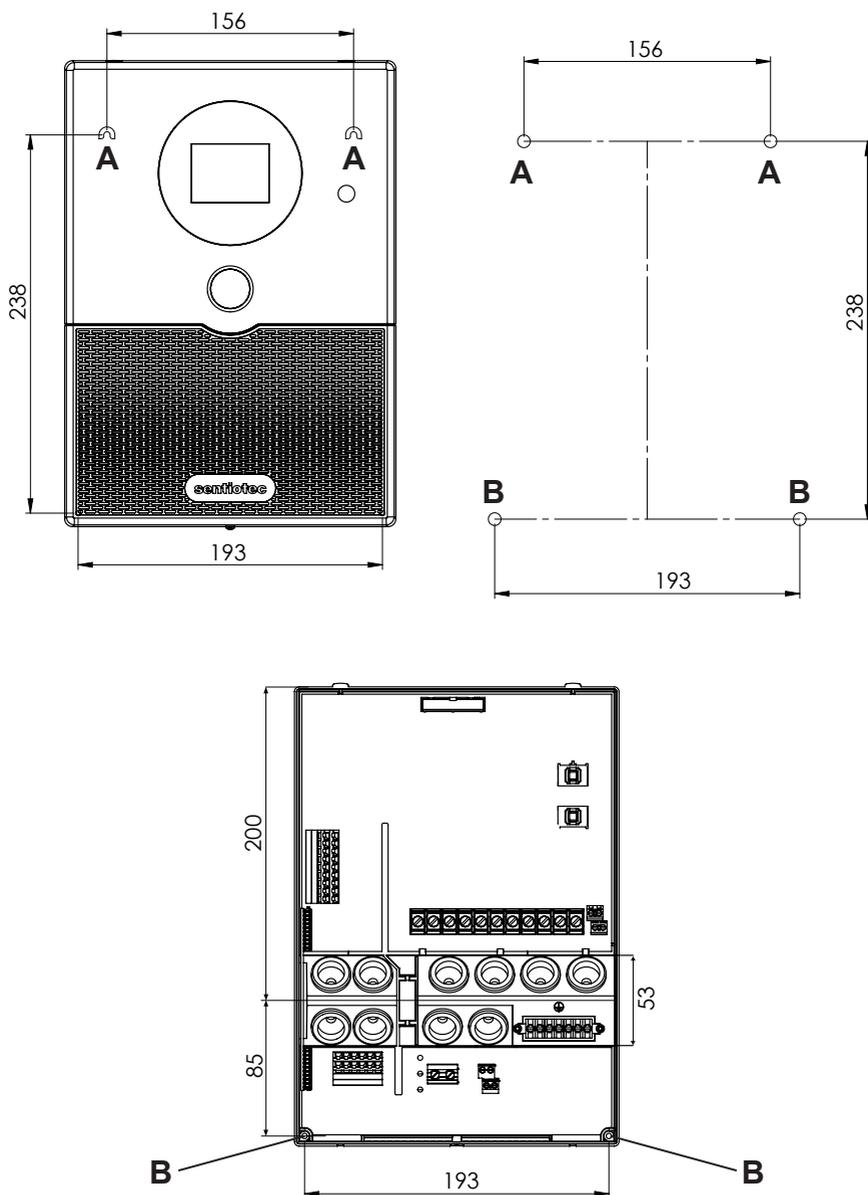

Fig. 1 Posición del dispositivo de suspensión y de los orificios de montaje (medidas en mm)
1. Enrosque dos tirafondos ($3 \times 25\text{ mm}$) a aprox. 1,70 m de altura, hasta una distancia de 7 mm en la pared de la sauna. Ambos tornillos deben estar separados entre sí 156 mm (véase la **Fig. 1**).
4. Con ayuda del dispositivo de suspensión **A**, cuelgue la unidad de control de sauna sobre los tornillos con ranura en cruz montados previamente (véase la **Fig. 1**).
5. Enrosque los dos tirafondos (3 x 25 mm) en los orificios de fijación inferiores **B** (véase la **Fig. 1**).